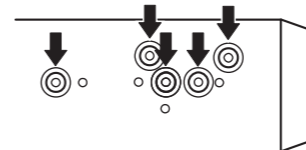
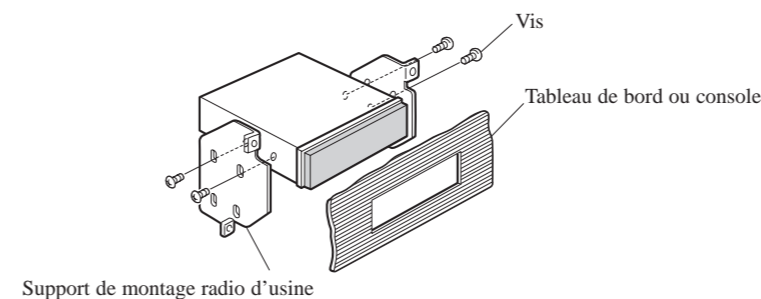

Fig. 8
Fig. 9
**2. Fixation de l'appareil sur le support de montage radio d'usine. (Fig. 8) (Fig. 9)**